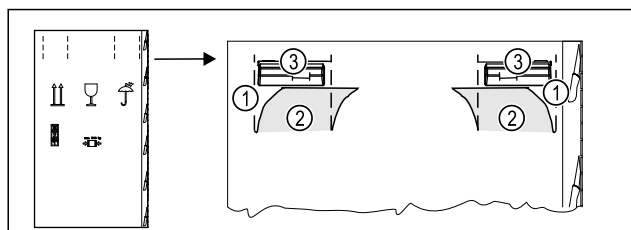

Fig. 5
- ▶ Embalažno škatlo pritisnete zgoraj na perforaciji Fig. 5 (1).
- ▶ Izvlecite not potisnjene zanke Fig. 5 (2).
- ▶ Nosilni ročaj Fig. 5 (3) desno in levo je viden.
- ▶ Napravo držite za nosilne ročaje Fig. 5 (3).